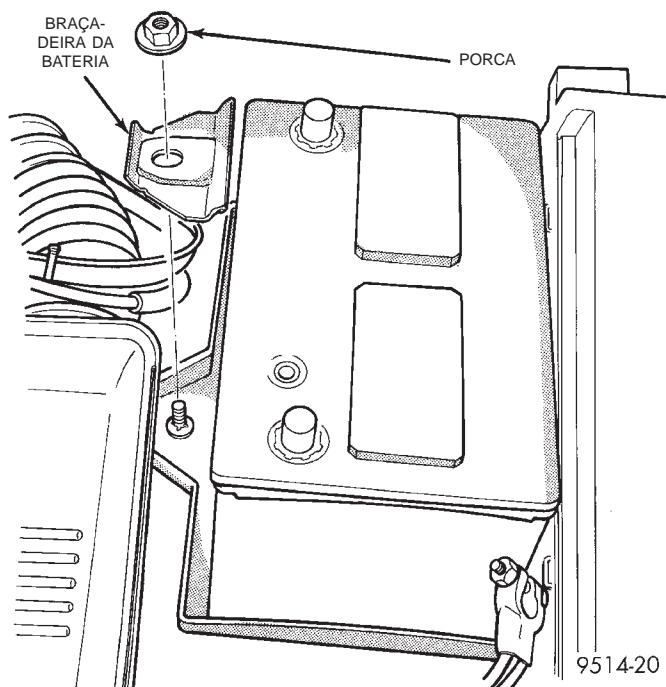

Fig. 4 Braçadeira da Bateria
- (1) Desconecte os cabos da bateria, o cabo negativo primeiro.
- (2) Remova os dois parafusos que prendem o PDC ao suporte, e afaste-os.
- (3) Remova a porca e a braçadeira que prendem a bateria à sua bandeja (Fig. 4).